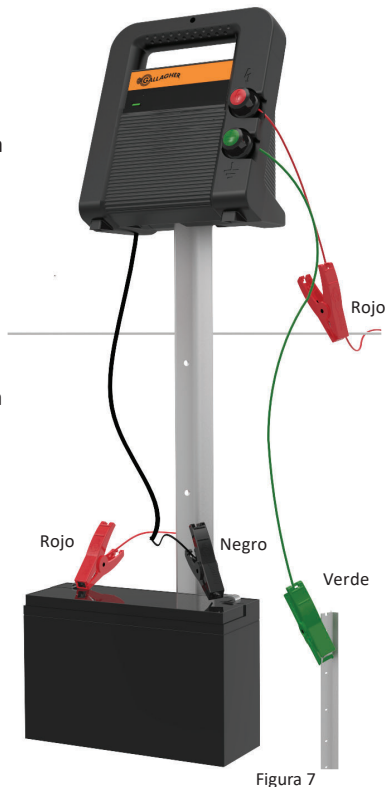

Figura 7
- Conecte el terminal verde de la estaca de tierra que se encuentra al menos 1 m (3 pies) dentro de la tierra. (Figura 7)
- Inserte el conector de la batería en la caja tomacorriente del energizador. (Figura 7)